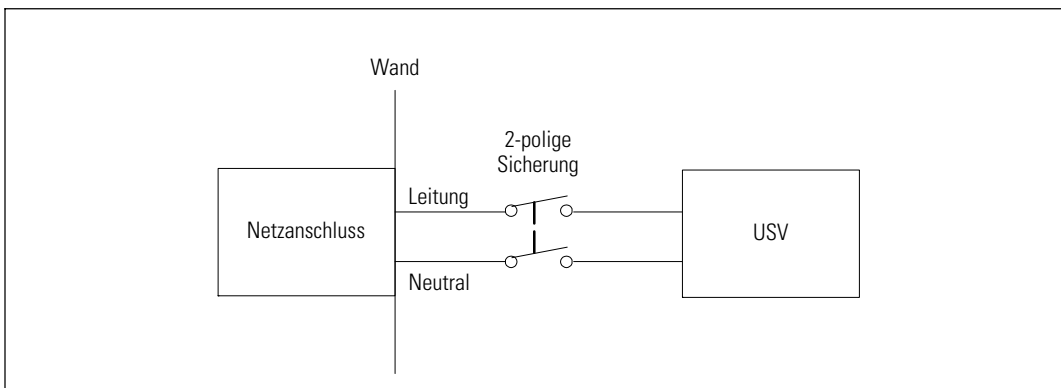

Abbildung 20. Diagramm der Überstromsicherung
- Für das Schutzgerät muss ein zweipoliges Ausschaltgerät zwischen dem USV-Ausgang und der Last geschaltet werden (siehe Abbildung 20)